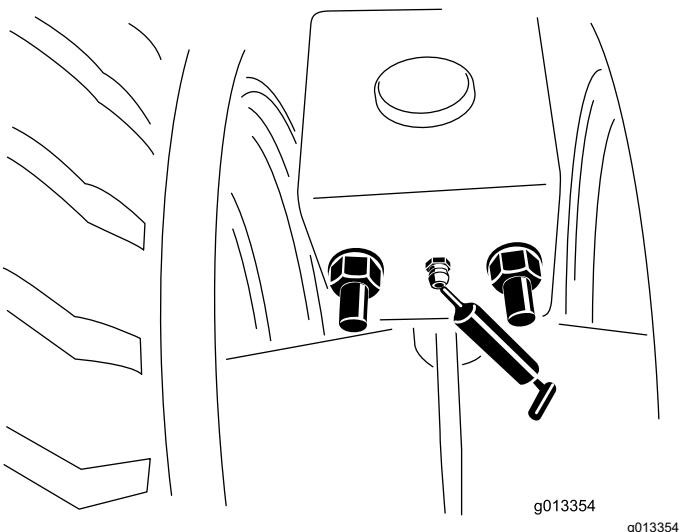

Figura 57
1. Limpe os bocais de lubrificação (Figura 57).